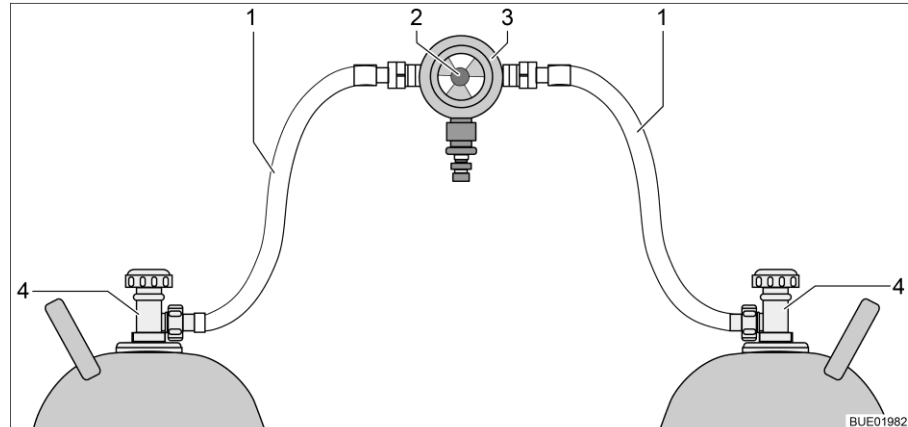
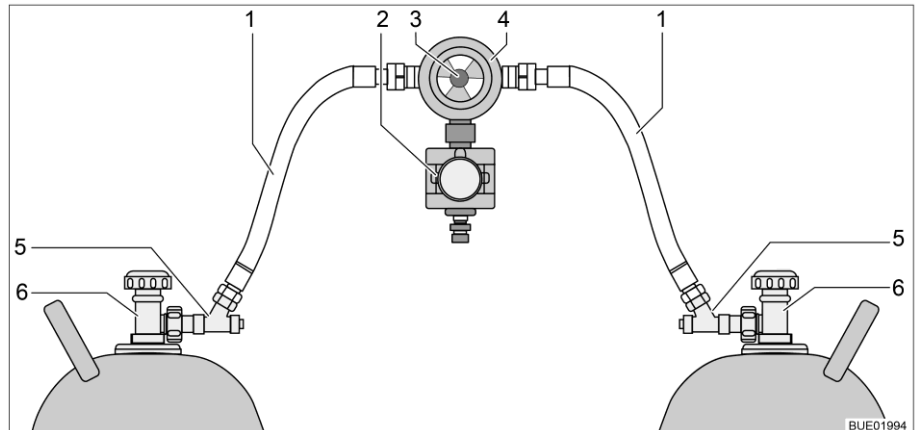

Fig. 194 Dispositif de commutation entre bouteilles de gaz
Fig. 195 Dispositif de commutation entre bouteilles de gaz avec CPU
Le dispositif de commutation entre bouteilles de gaz se compose d'un régulateur de pression du gaz combiné à une valve de commutation et indicateur (Fig. 194,3). Le dispositif de commutation entre bouteilles de gaz est monté entre les deux lyres (Fig. 194,1).
Le dispositif de commutation entre bouteilles de gaz se compose d'un régulateur de pression du gaz combiné à une valve de commutation et indicateur (Fig. 195,4) et d'une électrovanne (Fig. 195,2). L'électrovanne bloque l'arrivée du gaz au véhicule en cas de freinage brusque, d'accident ou de pente inhabituellement forte. Le dispositif de commutation entre bouteilles de gaz est monté entre les deux lyres (Fig. 195,1) avec des sécurités de rupture de tuyau (Fig. 195,5).
Le bouton rotatif (Fig. 194,2 ou Fig. 195,3), situé sur le dispositif de commutation entre bouteilles de gaz permet de définir laquelle des bouteilles de gaz est celle de service et laquelle est celle de réserve.
Seules les fonctions électriques peuvent être activées sur l'unité de commande (Fig. 196). Les robinets principaux des bouteilles de gaz (Fig. 194,4 et Fig. 195,6) doivent être ouverts ou fermés manuellement.
- Ouvrir les robinets principaux des bouteilles de gaz (Fig. 194,4 ou Fig. 195,6).
- Appuyer sur les sécurités de rupture de tuyau (Fig. 195,5) l'une après l'autre pendant 10 secondes.
- Choisir la bouteille de gaz avec le bouton rotatif (Fig. 194,2 ou Fig. 195,3) du dispositif de commutation à partir de laquelle le gaz doit être utilisé prioritairement (bouteille de service).
- Fermer les robinets principaux des bouteilles de gaz (Fig. 194,4 ou Fig. 195,6).